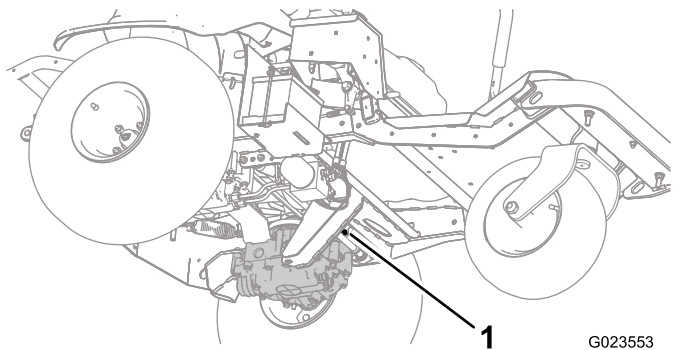
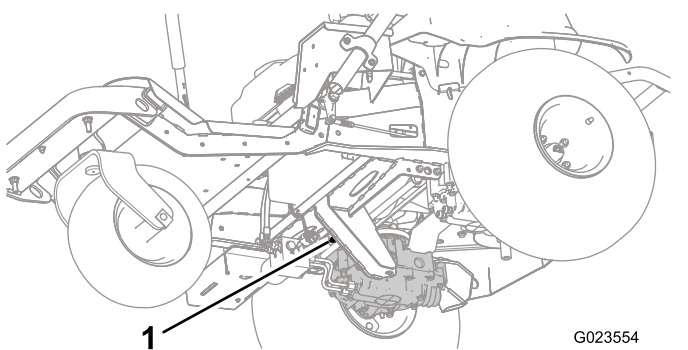
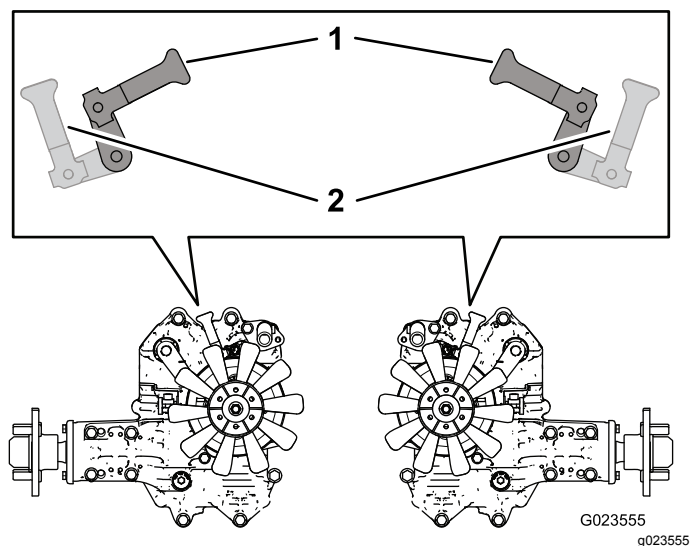

Рисунок 28
Рисунок 29
Рисунок 30
3. Осуществляя действия из-под нижней части машины, поверните рычаги перепускных клапанов (Рисунок 28 и Рисунок 29) так, чтобы они были направлены внутрь, в сторону средней части машины (Рисунок 30), и отпустите стояночный тормоз; см. раздел Выключение стояночного тормоза \(страница 30\).
4. После завершения толкания или буксировки машины поверните рычаги перепускных клапанов так, чтобы они были направлены в сторону передней части машины, чтобы машина могла перемещаться своим ходом (Рисунок 30).